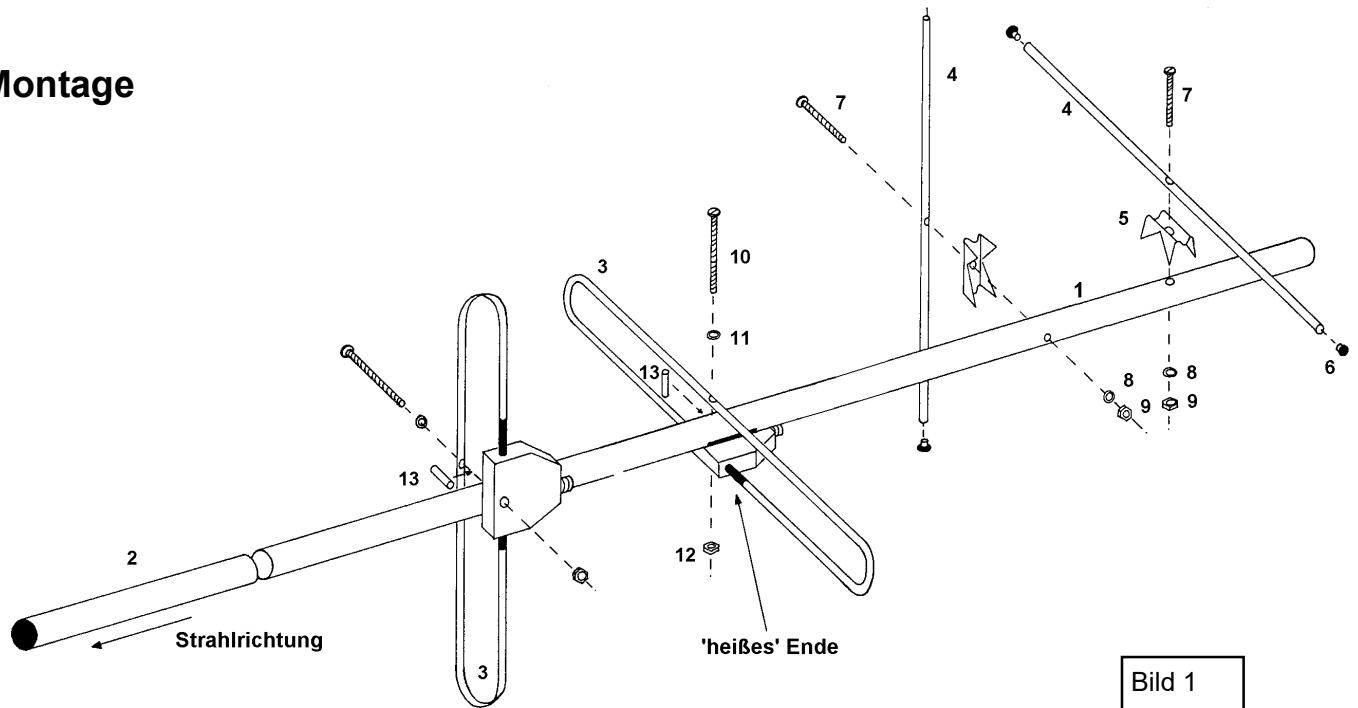

Bild 1
- Reihenfolge der Elemente: bei den 2m-Kreuzyagis wie Bild 1, bei den 70cm-Kreuzyagis wie in Bild 4.
Bitte darauf achten, daß die Dipole genau wie in Bild 1 gezeigt montiert werden (Lage der Anschlußkästen beachten). Wenn einer der Dipole falsch eingebaut wird, erreicht man linksdrehende statt rechtsdrehende Polarisisation. Abhängig von der Polarisisation der Gegenstation kann sich durch diesen Fehler eine Zusatzdämpfung von weit über 10 dB ergeben!